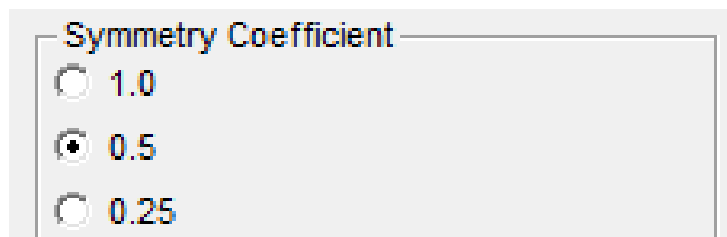

Рис. 16 Установка крепежа Рутмана с симметрией
- Крепеж Рутмана с симметрией (Рис. 16) не поддерживается и не распознается программой. Разработчик не планирует добавлять его поддержку.